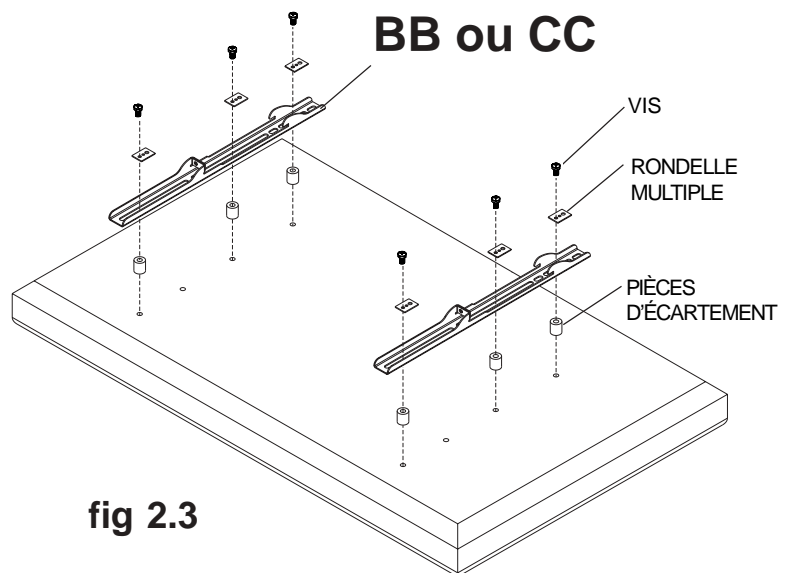

fig 2.3
- 2 Pour éviter de rayer l'écran, placez un chiffon sur une surface plate et horizontale capable de soutenir le poids de l'écran. Placez l'écran sens dessus dessous. Si l'écran est muni de boutons à l'arrière, enlevez-les pour pouvoir fixer les supports adaptateurs. Placez les supports adaptateurs (**BB** ou **CC**) à l'arrière de l'écran, alignez-les sur les trous et centrez-les sur l'arrière de l'écran, comme illustré à la figure 2.1. Fixez les supports adaptateurs à l'arrière de l'écran à l'aide d'un ensemble approprié de vis, de rondelles universelles et de pièces d'écartement, comme illustré à la figure 2.3.